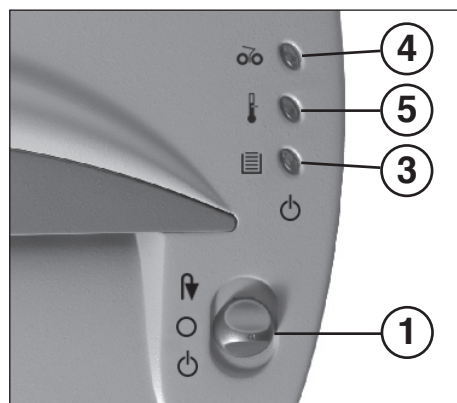

fig. 1
1 = Sélecteur de fonction (fig. 1)
3 = Voyant de contrôle (fig. 1)
„bouchage matériau“ (fig. 1)
5 = Voyant de contrôle (fig. 1)
- Mettre le sélecteur de fonction (1) (fig. 1) en position „“. Le voyant de contrôle (3) (figure 1) s'allume (vert).
Faites bien attention de mettre l'appareil hors circuit pendant la nuit en actionnant le sélecteur de fonction (1) (fig. 1) en position „O“.
- Le voyant de contrôle (4) (fig. 1) s'allume.
- Amener **brèvement** le sélecteur de fonction (1) (fig. 1) en position „F“ (le matériel est délogé) et le ensuite en position „O“.
- Le voyant de contrôle (4) (fig. 1) s'éteint.
- Déchirer le papier ramené en arrière juste au-dessus de la fente d'introduction puis remettre le sélecteur de fonction (1) (fig. 1) en position „O“.
- Mettre le sélecteur de fonction (1) (fig. 1) en position „O“.